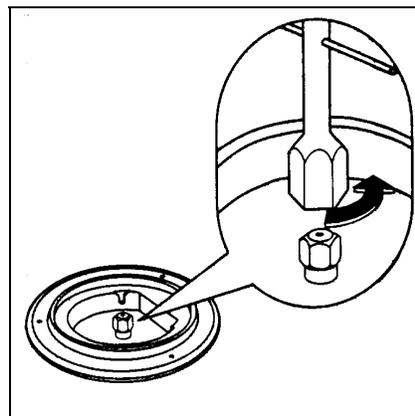

Abb. 15
3. Schrauben Sie die Düsen mit einem Steckschlüssel (7 mm) heraus (Abb. 15), und ersetzen Sie diese durch die für die verwendete Gasart erforderlichen Düsen (siehe Tabelle 1).